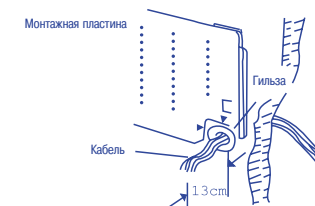

Рис. 10
- 1) Проденьте соединительный кабель через отверстие в стене. Оставьте внутри помещения свободный участок кабеля длиной 13 см (рис. 10).